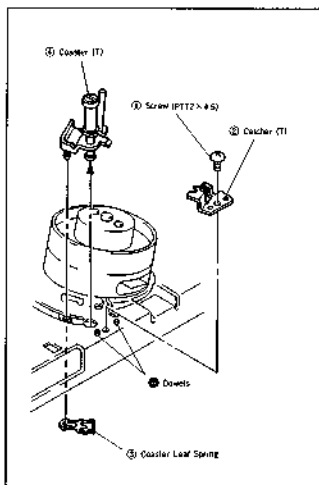

Fig 27
#### 4-21. COASTER (T) (Fig. 27)